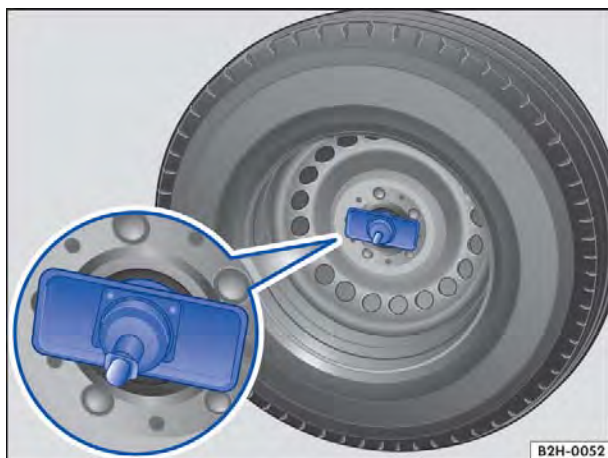

Fig. 162 Colocação correta do suporte do aro no orifício do aro.
- Assegurar-se de que o suporte do aro esteja centralizado no orifício do aro e que não esteja empenado ⇒ Fig. 162 ⇒ ⚠.